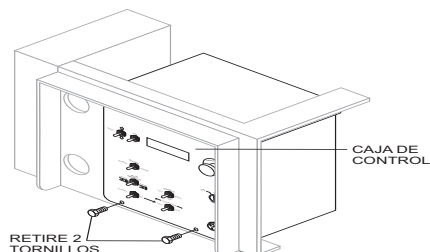

Figura 33. Retire los tornillos del panel de control
1. Retire los dos tornillos en el panel de control digital de la bomba. Consulte la Figura 33.